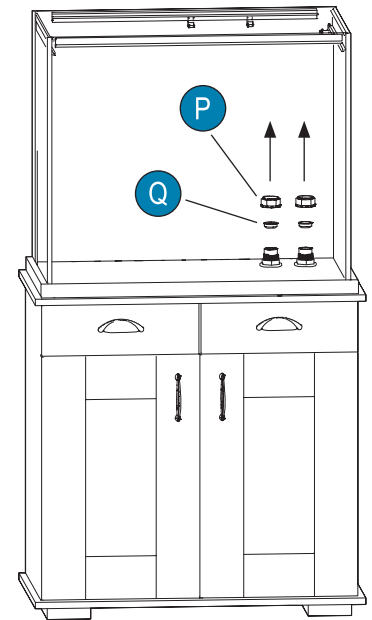

Fig. 1
1. Desenrosca con la mano el tapón (P) y saca el tapón (Q) de la abertura (O) (Fig. 1). **IMPORTANTE: Guarda los tapones (P) y (Q) para usarlos luego.**
1. Desenrosca con la mano el tapón (P) y saca el tapón (Q) de la abertura (I) (Fig. 1). **IMPORTANTE: Guarda los tapones (P) y (Q) para usarlos luego.**